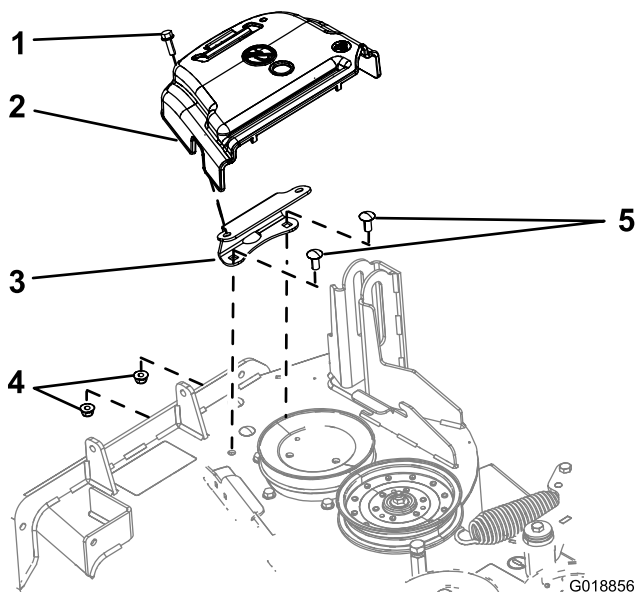

図 2
1. ベルトカバーを固定しているボルトを左に回してゆるめる（図 2）。
2. OEM ベルトカバーとボルトを、取り付けブラケットから外す (図 2)。
1. カバー取り付けブラケットをデッキに固定しているボルト (2本) とフランジナット (2個) を取り外す (図 2)。
1. ベルトカバーブラケットをデッキの前側フランジに固定しているキャリッジボルト 2本 (1/4 x 3/4 インチ) とロックナット 2個を取り外す (図 2)。
2. 刈り込みデッキからベルトカバー・ブラケットを取り外す (図 2)。